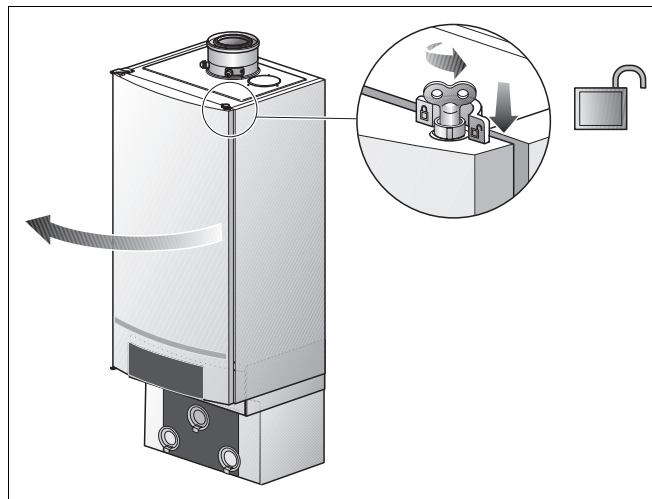

Fig. 76 Deur openen
- Druk het slot naar beneden (→ fig. 76) en open de deur.